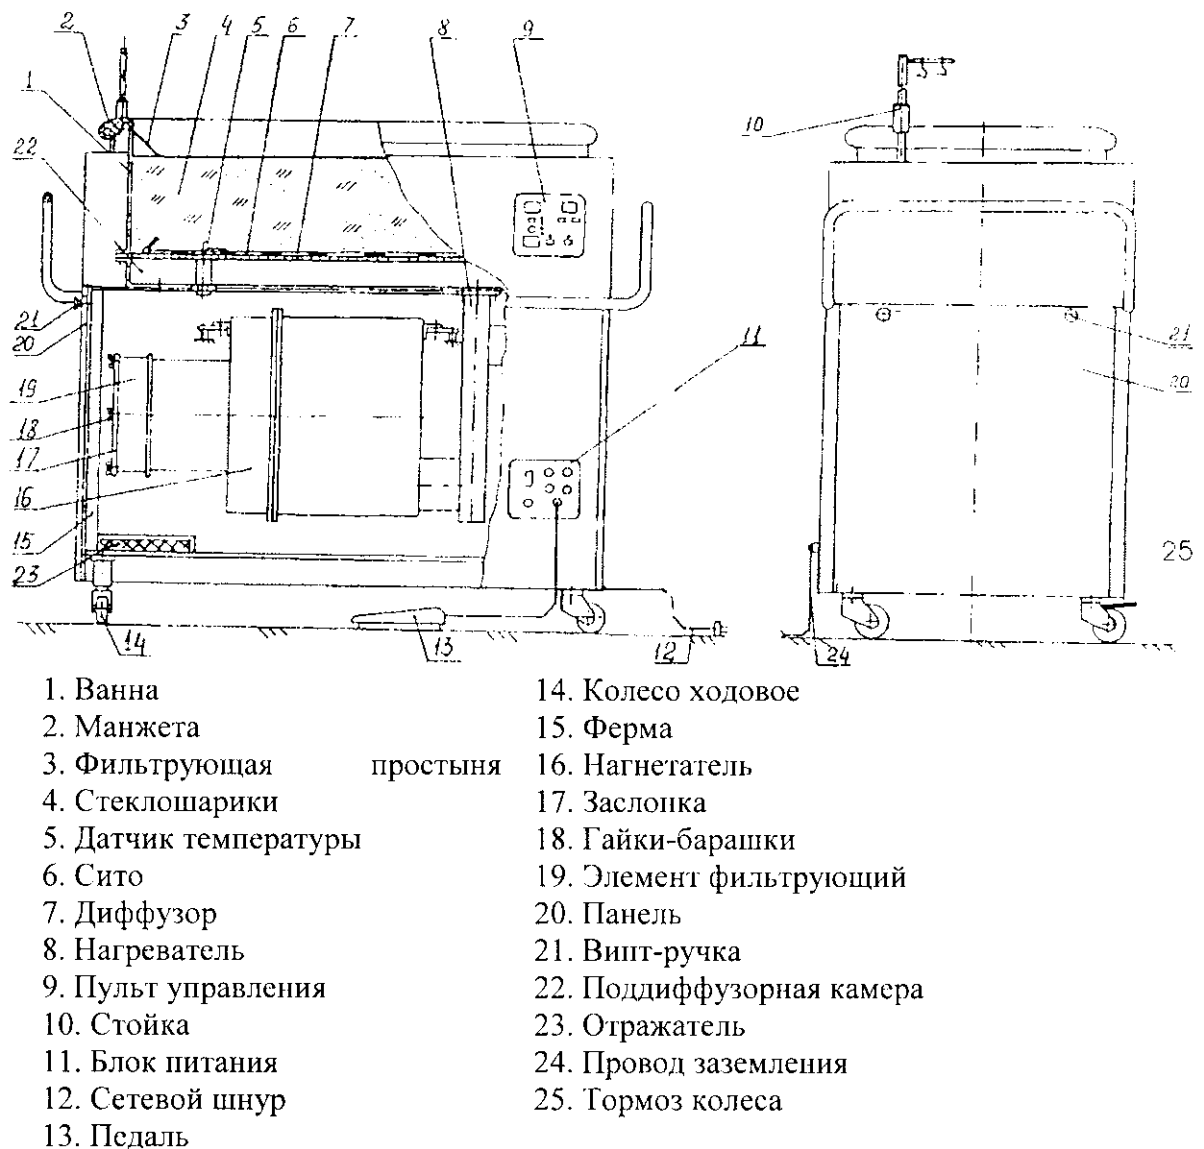

Рис. 2
Кровать (рис. 2) выполнена в виде плоской овальной ванны 1 с воздухопроницаемым дном (диффузором) 7, на котором находится сито 6.
- 4.1.9. Подключить кровать к сети 220 В сетевым шнуром 12 (Рис. 2.).